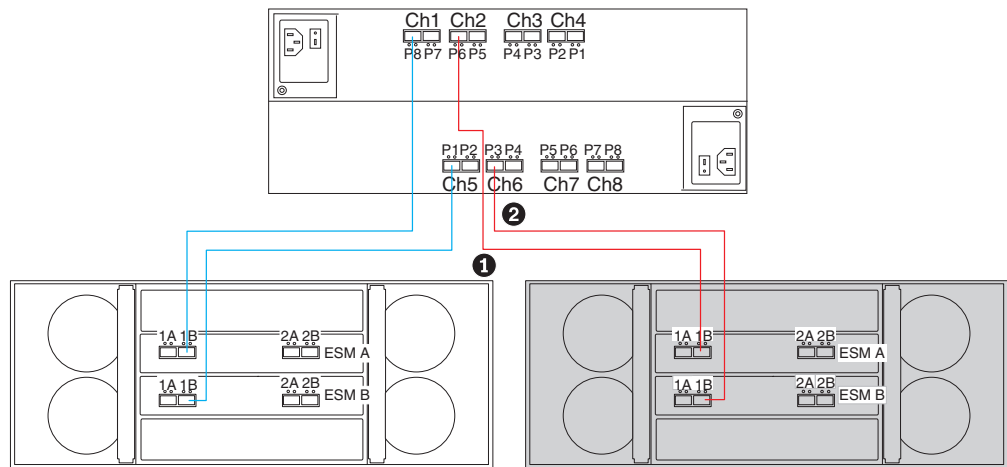
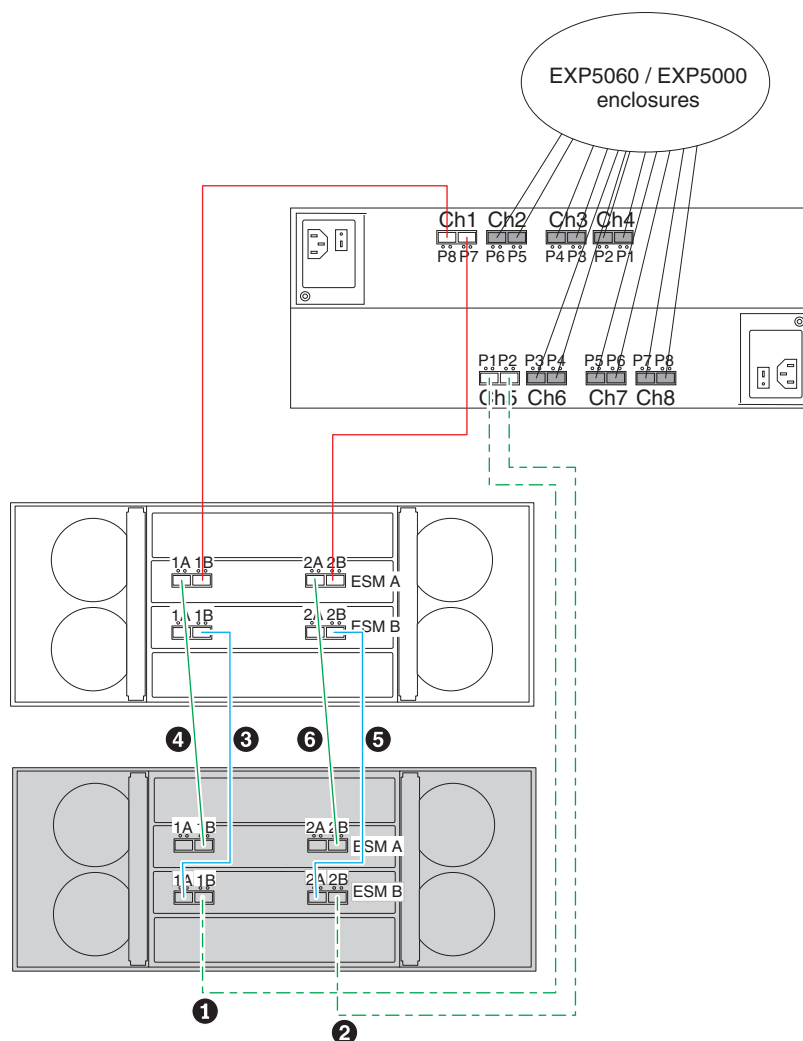

Figura 43. Incluindo o EXP5060 em um novo canal de unidade (esquema de cabeamento sem entroncamento)
Figura 45. Montando o EXP5060 em cascata sob um outro EXP5060 (esquema de cabeamento com entroncamento)
- Se houver canais de unidade conectados sem dispositivo conectado disponíveis em cada um dos controladores, inclua o EXP5060 no par de canais de unidade do controlador usando a porta com números pares do canal de unidade de porta dupla no controlador A e a porta com números ímpares do canal de unidade de porta dupla no controlador B. Consulte a Figura 43.
- Se não houver portas de canais de unidade não conectadas no controlador, monte o EXP5060 em cascata sob um EXP5060 existente, conforme mostrado na Figura 45 na página 96.
4. Cabeie o(s) EXP5060(s) com a configuração de subsistema do DS existente usando um dos cenários de cabeamento descritos nesta seção, conforme mostrado na Figura 43 na página 94 até a Figura 45. Faça as conexões de cabeamento na ordem mostrada nas figuras, usando um número em um círculo
Nota: Na Figura 45 na página 96, as conexões identificadas como 1 e 2 indicam mover as conexões existentes das portas de unidade do controlador para a porta 2B do gabinete existente para a porta 2B do novo gabinete.